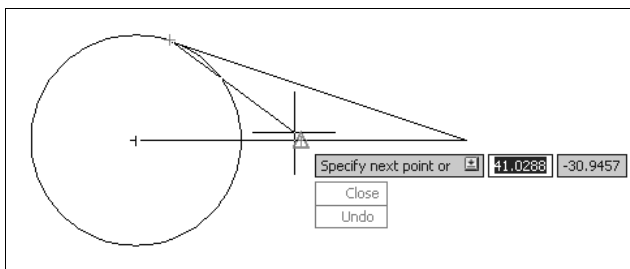

Рис. 3.19. Ввод с помощью мыши относительных декартовых координат перед нажатием клавиши <Enter>
Теперь при каждом запросе ввода точки около курсора будет появляться подсказка и два поля, в которые с клавиатуры вводятся относительные декартовы координаты запрашиваемой точки (рис. 3.19).
Курсорная строка при включенном динамическом вводе состоит из следующих частей (рис. 3.19):
- ◆ стрелка в строке подсказки, направленная вниз. Если нажать такую же стрелку на клавиатуре, то появится меню со списком опций команды (рис. 3.19). Чтобы активизировать опцию команды, нужно щелкнуть на ней левой кнопкой мыши в появившемся меню;